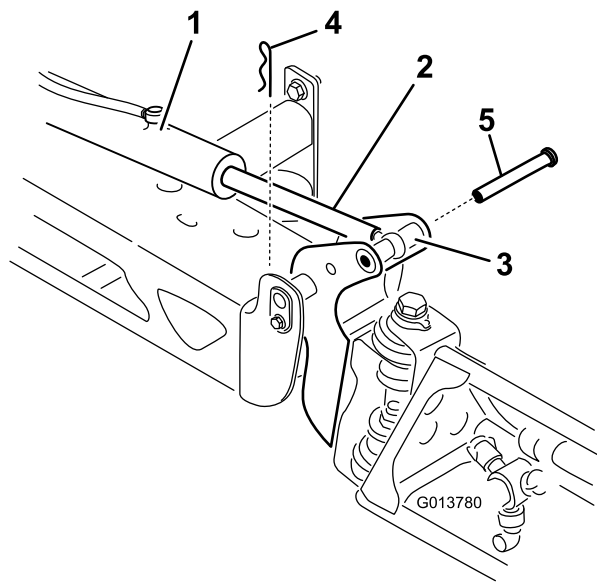

Figura 66
2. Staccate la coppiglia dal perno con testa (Figura 66).
3. Sollevate la sezione, rimuovete il perno con testa e lentamente abbassate a terra la sezione (Figura 66).
7. Supportando la sezione di irrorazione, inserite il perno con testa attraverso il perno della barra e l'asta dell'attuatore (Figura 66).